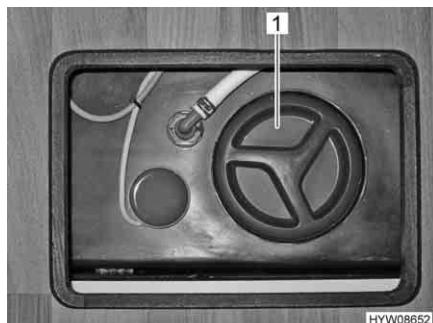

Fig. 174 Apertura per la pulizia
**Ubicazione** Il serbatoio delle acque grigie si trova nel doppio fondo (Fig. 174). All'apertura per la pulizia si accede dallo sportello del pavimento.
- A questo scopo aprire l'apertura per la pulizia (Fig. 174,1) per il serbatoio delle acque grigie e il rubinetto di scarico.